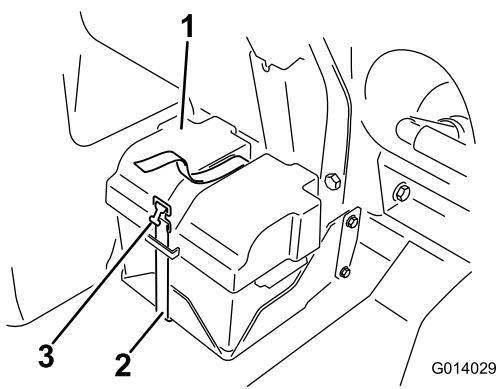

Figura 81
2. Retire la tapa de la batería y desconecte el cable negativo (negro) del borne de la batería (Figura 81).
4. Instale la tapa de la batería y sujetela con la correa que retiró anteriormente (Figura 81).